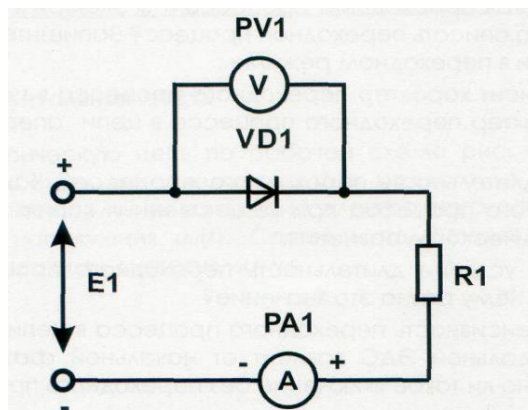

Рис. 1.3 Исследование полупроводниковых диодов
1. Собрать схему для исследования выпрямительного диода VD1 блока «Нелинейные элементы» на постоянном токе (рис. 1.3). В качестве R1 использовать сопротивление 100 Ом блока «Резисторы/ Активная нагрузка». Для измерения тока использовать один из мультиметров блока «Мультиметры», для измерения напряжения использовать один из приборов блока «Измерительные приборы», задав для них соответствующие режимы работы. В качестве источника питания использовать стабилизированный регулируемый источник E1 блока «Источник питания». Ручку регулировки напряжения источника установить в крайнее левое положение, повернув ее против часовой стрелки до упора. Собирая схему особое внимание обратить на полярность подключения источника питания. Представить схему для проверки преподавателю.
4. Собрать схему для исследования выпрямительного диода Шоттки VD3 блока «Нелинейные элементы» на постоянном токе в соответствии с рис. 1.3, заменив в схеме выпрямительный диод VD1 на диод Шоттки VD3. Представить схему для проверки преподавателю.
6. В одной системе координат построить графики ВАХ для обоих диодов. Там же следует для каждого диода построить ВАХ идеального $p-n$ - перехода и по формуле (1) при I_0 - усредненном обратном токе соответствующего диода. Необходимый для расчетов параметр $m \cdot \Phi_T$ можно определить по формуле